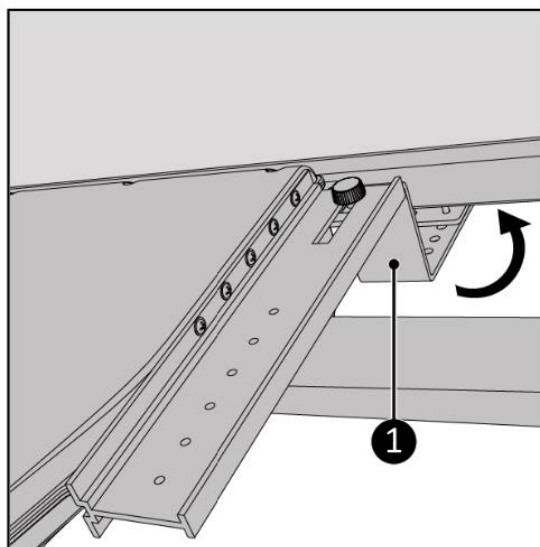

Figura 44.
7. Agățați suportul în jurul cadrului ferestrei (Figura 44, elementul 1).